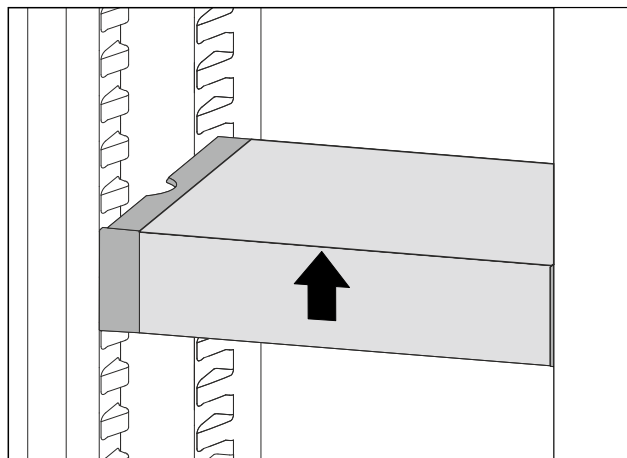

*Fig. 94*
- ▶ Placer le tiroir VarioSafe derrière les butées sur la nervure désirée *Fig. 94 (1)* ou *Fig. 94 (2)*.